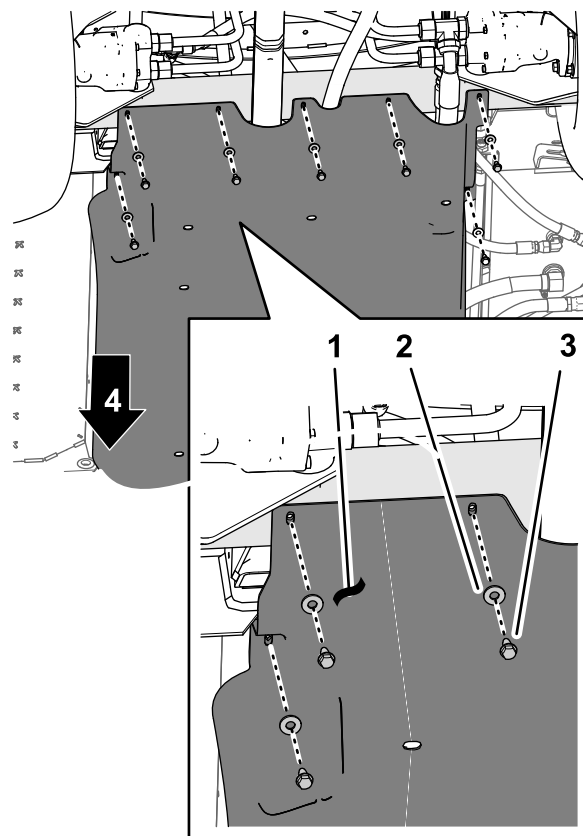

Рисунок 180
4. Совместите отверстия в задней части кожуха ходовой части с отверстиями в шасси (Рисунок 180).
5. Присоедините заднюю часть кожуха ходовой части к шасси с помощью 7 болтов с фланцевыми головками (5/16 x 7/8 дюйма) и 7 шайб (5/16 дюйма), снятых при выполнении пункта 1 раздела 12 Снятие дополнительного комплекта кожуха ходовой части (страница 28) (Рисунок 180).